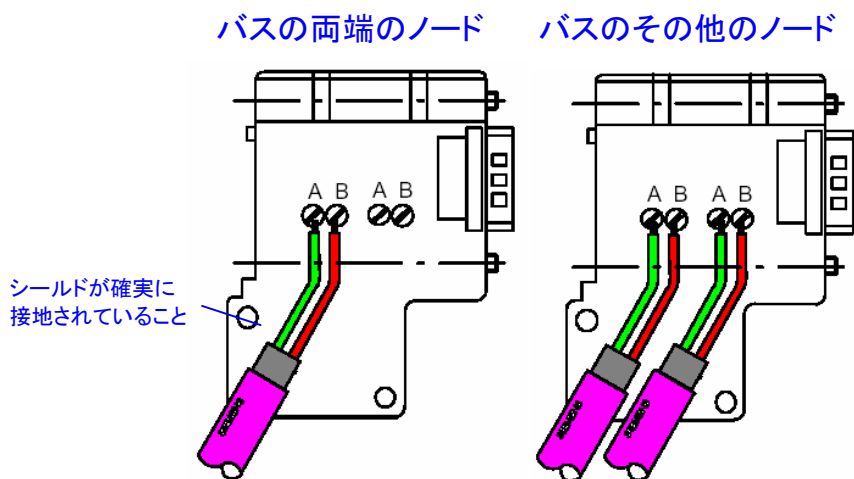

図3-3 コネクタ内のケーブル接続
- 3.図3-3に示すように、緑と赤の端子にケーブルを差し込みます。(常に緑のケーブルはA 端子に、赤のケーブルはB端子に接続するよう注意してください)